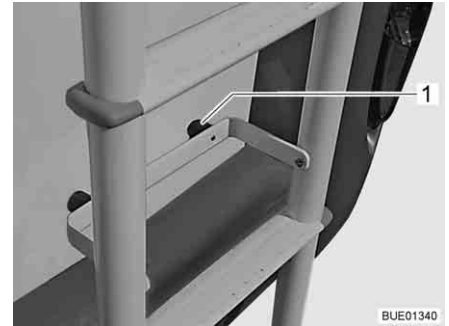

Fig. 3 Escalera plegable, escalera plegada hacia abajo
- Colocar el estribo de protección con los puntos de goma (Fig. 3,1) contra la pared posterior del vehículo.